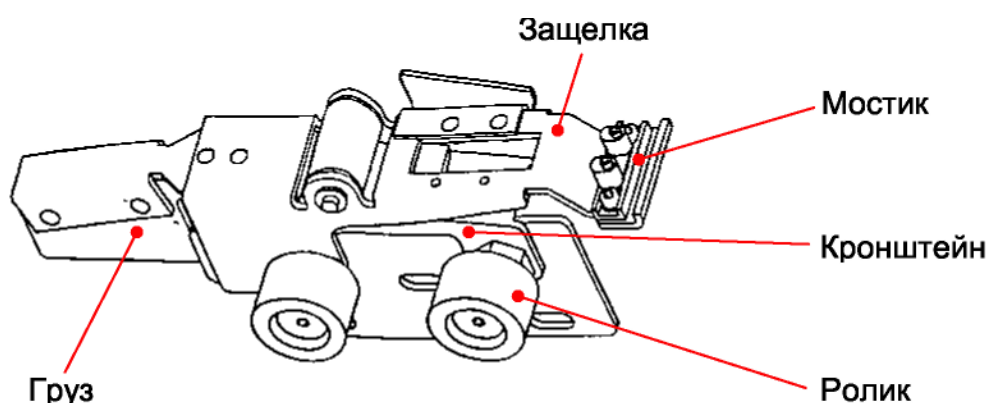

Рис.12. Замок дверей шахты
1.4.5.3. В закрытом положении каретка запирается замком (*рис.12*).